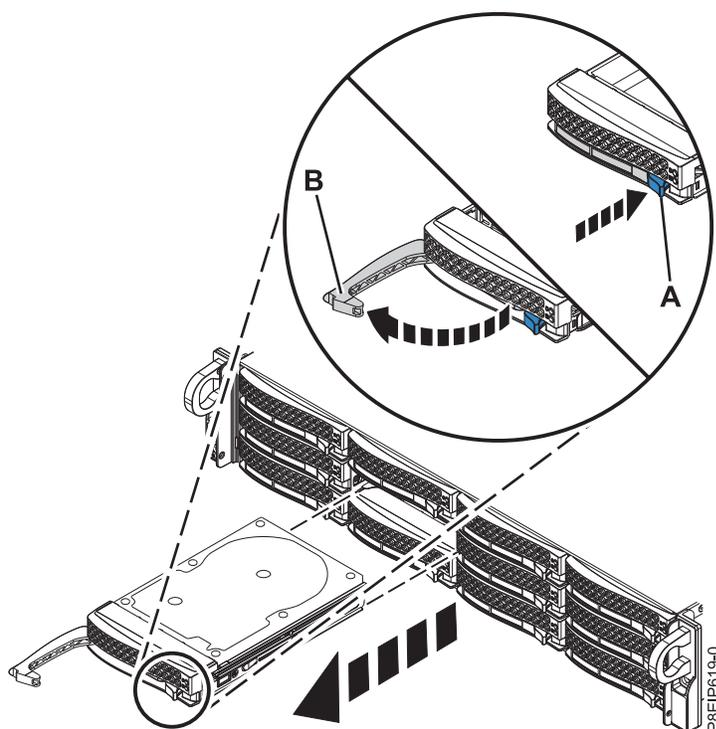

Figure 15. Retrait d'une unité
2. Déverrouillez la poignée de la baie d'unité (B) en poussant le loquet de la poignée (A) comme indiqué dans la figure 15. La poignée (B) sort d'un coup sec. Si la poignée n'est pas complètement sortie, l'unité ne peut pas être retirée du système. Si l'unité ne correspond pas au numéro de série que vous avez noté à l'étape précédente, réinstallez l'unité dans la baie dont vous l'avez retirée et vérifiez les autres baies d'unités.